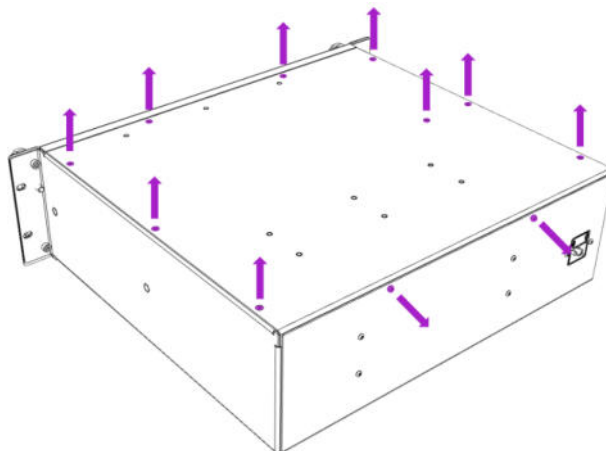

Fig. 10
3. Retire los tornillos de la tapa superior de la carcasa (Fig.10)